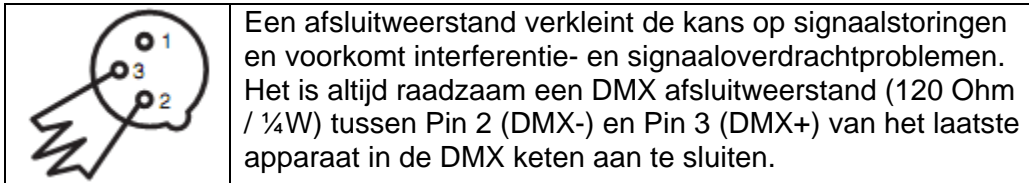

Fig. 4
**EXTRA AANWIJZING:** Afsluitweerstand. Indien langere stukken kabel worden gebruikt, wordt het aanbevolen om een afsluitweerstand te gebruiken op het laatste apparaat teneinde storingen te voorkomen. Een afsluitweerstand is een 120 Ohm ¼ watt weerstand die is verbonden tussen pin 2 en 3 van een mannelijke XLR connector (DATA + en DATA -). Deze afsluitweerstand wordt op de vrouwelijke XLR connector aangesloten van het laatste apparaat in de DMX keten en dient als eindstop van het circuit. Het gebruik van een afsluitweerstand (ADJ onderdeel nummer 1613000030) verkleint de kans op storingen. (Zie Fig. 4)